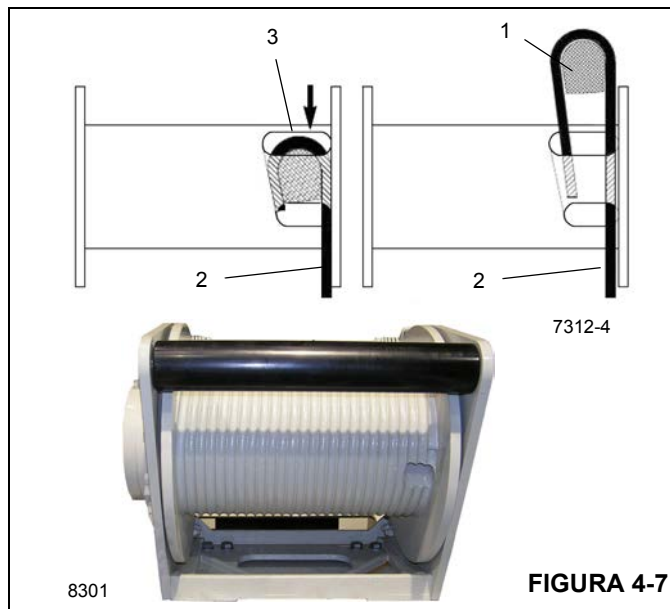

FIGURA 4-7
3. Inserte el cable a través de la ranura y colóquelo alrededor de la cuña de anclaje (1) (Figura 4-7).